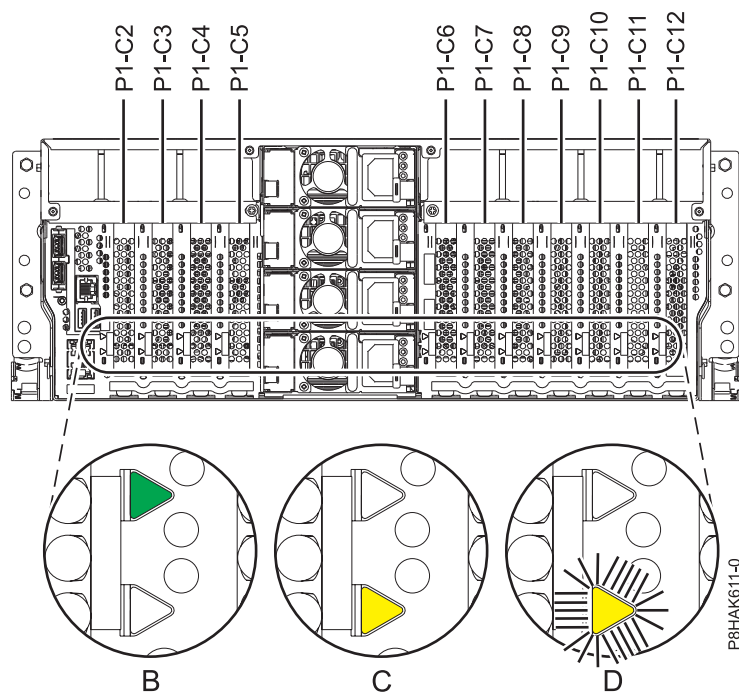
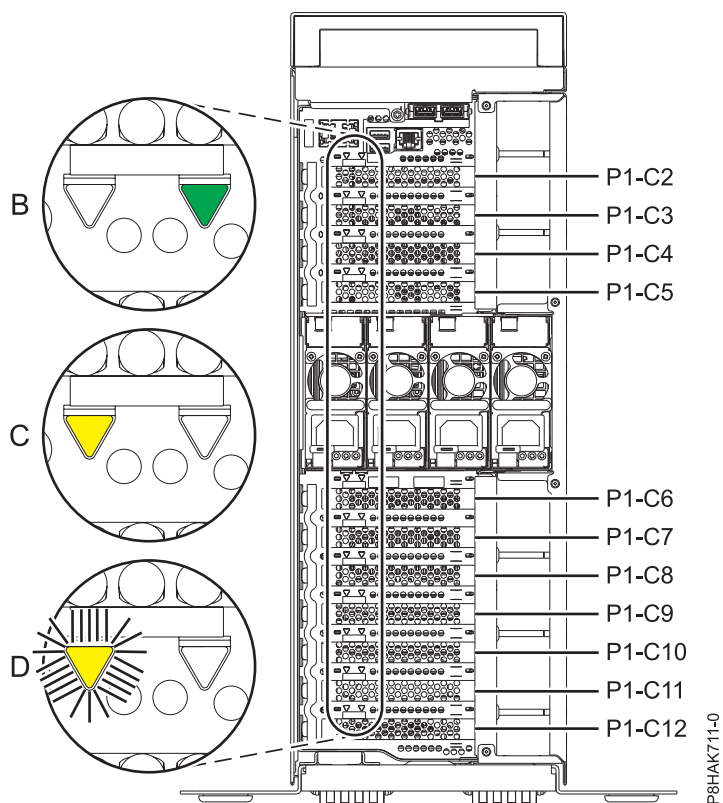

Figura 68. Localizações de ranhuras de adaptadores PCIe e localizações dos LEDs num sistema montado em bastidor
Figura 69. Localizações de ranhuras de adaptadores PCIe e localizações de LEDs num sistema 8286-41A autónomo
Se estiver a prestar assistência a um adaptador PCIe avariado, procure o LED amarelo intermitente do adaptador PCIe avariado que definiu para intermitente no passo para identificar o componente avariado. Consulte Figura 68 e Figura 69 na página 78 que demonstra o estado dos LEDs. Tenha em conta que o LED âmbar para o adaptador PCIe avariado está **Intermitente**, como é demonstrado em (D) na Figura 68 e na Figura 69 na página 78.
Aviso: Se o adaptador PCIe estiver a funcionar correctamente o LED de Actividade está **LIGADO** (verde) e o LED âmbar de Erro está **DESLIGADO**, como é demonstrado em (B) na Figura 68 e na Figura 69 na página 78. Não tente remover o adaptador PCIe em funcionamento.